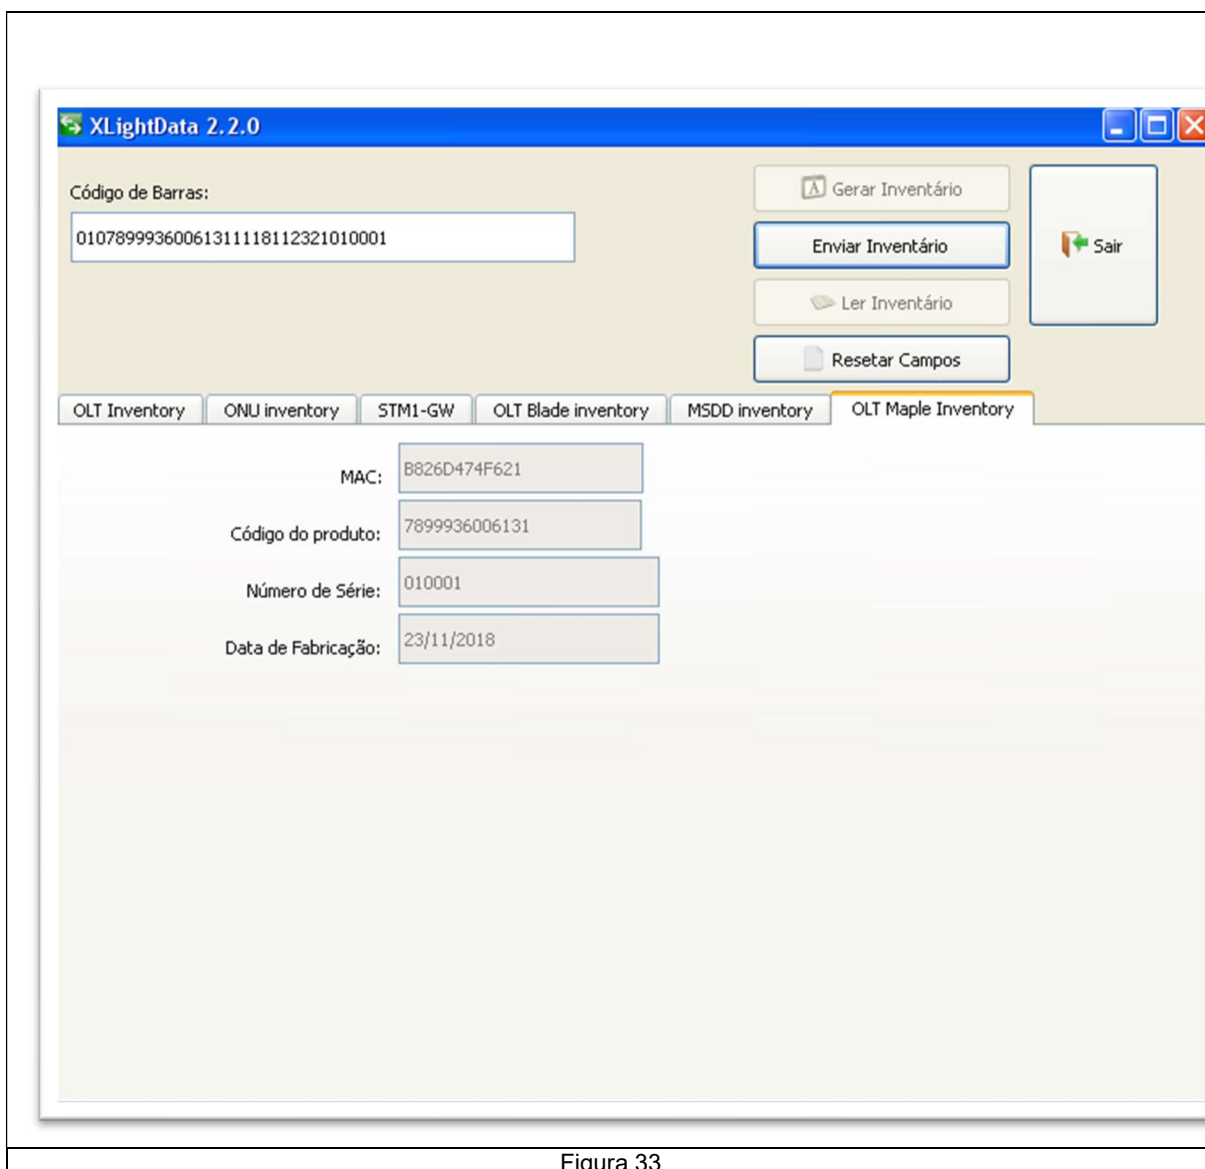

Figura 33
- Deve-se então ler com o scanner o código de barras da **PLACA PRINCIPAL** com o cursor posicionado dentro do campo "**Código de Barras**" e pressionar "ENTER", caso necessário. Com esta informação ocorre automaticamente o cadastro no banco de dados da FURUKAWA e é fornecido um endereço BASE de uma faixa de endereços MACs, específica para cada equipamento. Todas estas informações são apresentadas nos respectivos campos do XLightData figura 33.